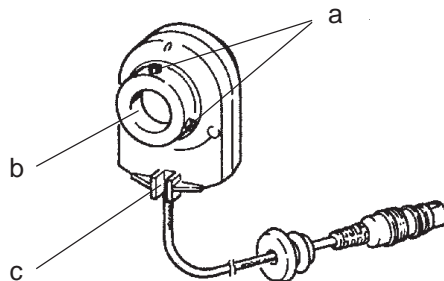

Abb. 6.10
- Die Abb. 6.10 zeigt die Vorderansicht des IWG. Dieser wird auf den Aufnahmezapfen des Handrades aufgesteckt und durch 2 Innen-Sechskantschrauben (a) befestigt.